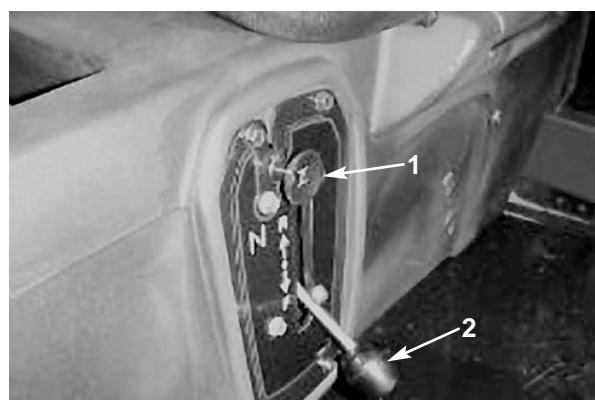

Figure 5
La commande de starter se trouve au-dessous et à droite du siège du conducteur. Pour démarrer le moteur quand il est froid, fermez le volet de starter (Fig. 5) en tirant la commande de starter en position en service (ON). Après le démarrage du moteur, réglez le starter de manière que le moteur tourne régulièrement. Ouvrez le volet de starter dès que possible, en repoussant la commande en position hors service (OFF). Le starter n'est pas ou presque pas nécessaire pour mettre le moteur en marche s'il est chaud.
Le levier sélecteur de vitesse permet à la machine de se déplacer en marche avant ou arrière (Fig. 5). La machine peut se mettre en marche dans un sens ou dans l'autre.